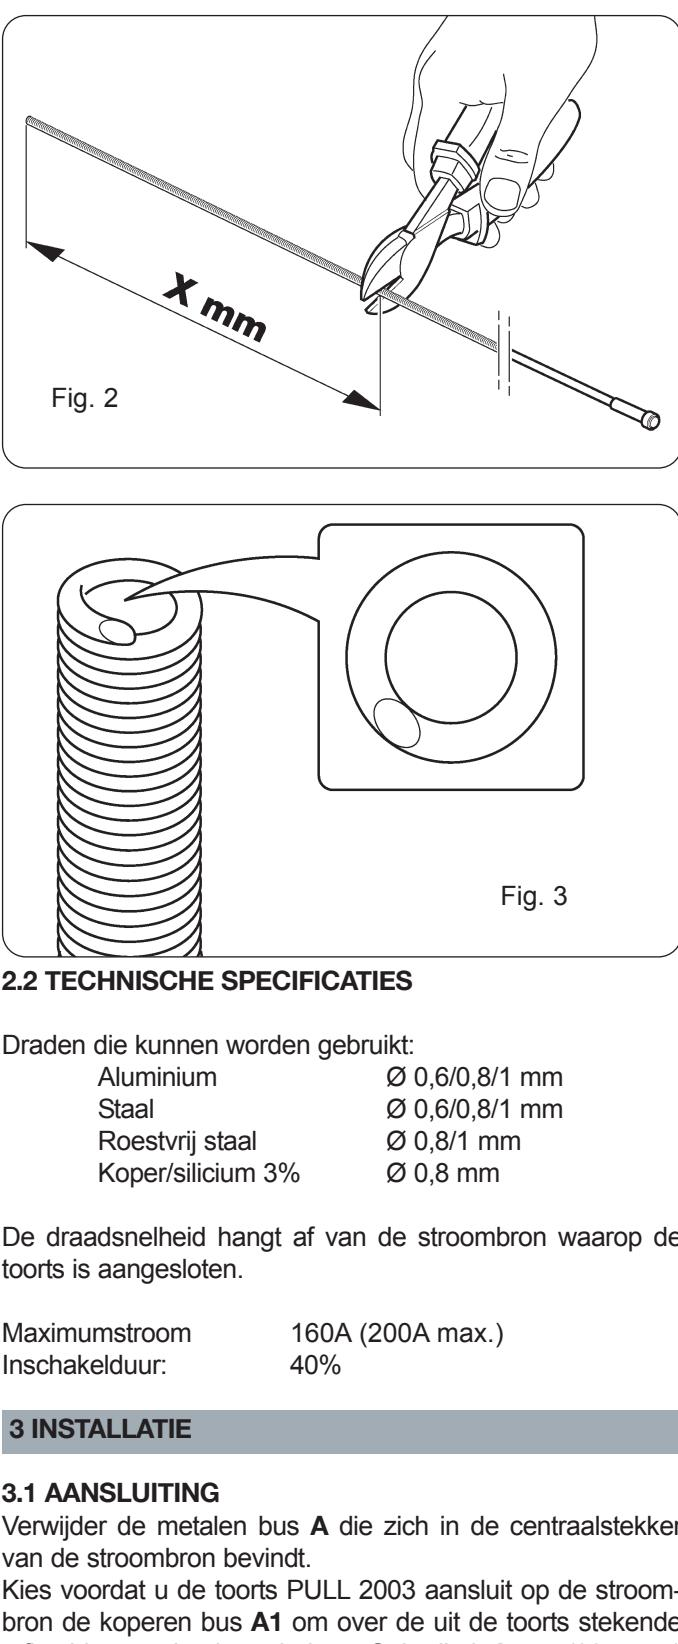

Fig. 1
- De binnenspiraal is langer dan de toorts en steekt **X mm** uit (zie afb. 1).
- Meet het uitstekende gedeelte nauwkeurig (zie afb. 1).